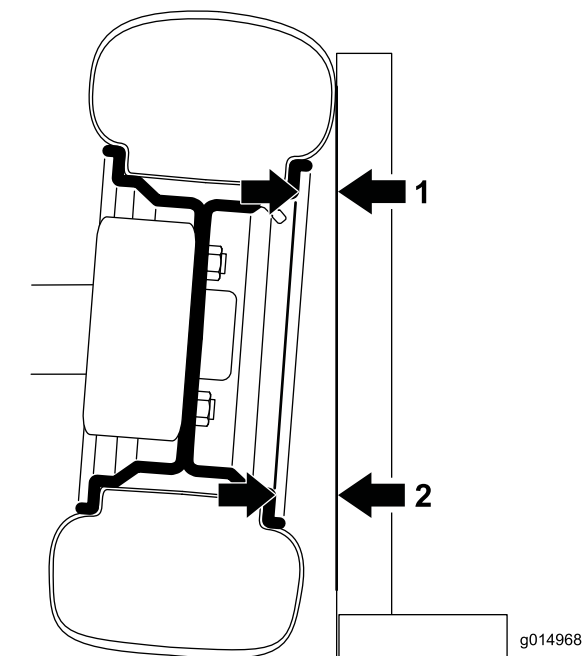

図 31
1. キャンバを測定するには、直角定規の直角の角をタイヤの正面に接触させる（図 31）。
2. タイヤから直角定規までの距離を、タイヤの上下でリムの同じ部分から測定する (図 31)。タイヤの下部における測定値が上部における測定値よりも 2.3 mm 大きければ適正である。左右の前輪の測定をすべて終えてから調整を行う。